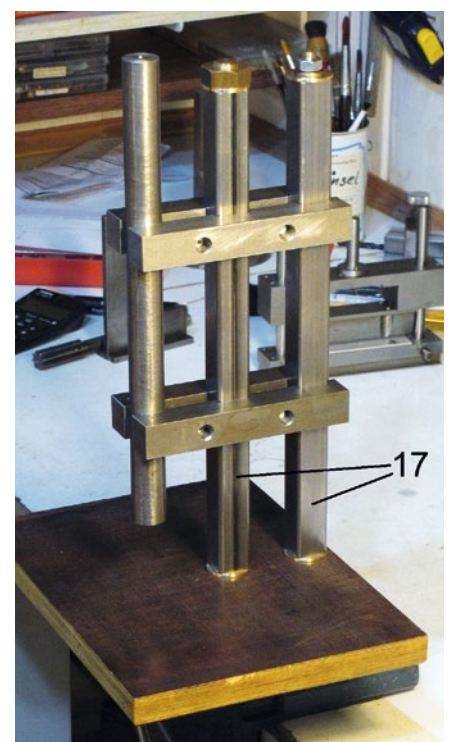

Abbildung 2: Nur zur Probe ist hier eine 20-Millimeter-Rundstange geklemmt
Der Aufbau ist sehr einfach und lässt sich mit einer Dreh- und Fräsmaschine ausführen. Ich möchte erwähnen, dass die hier angegebenen Maße selbstverständlich geändert oder auch für eine andere Größe um einen Faktor verkleinert beziehungsweise vergrößert werden können. Im Baumarkt habe ich für die beiden 288 Millimeter (mm) langen Ständer (17 in Abbildung 2) ein 1.000 mm langes 20-mm-Vierkantrohr mit gerundeten Kanten gekauft. Die Wandstärke beträgt 1,5 mm, das reicht für diesen Zweck. Die Ständer (17) müssen exakt winklig auf Länge plangefräst oder besser
Das Pinolenlager (Teil 12) erhält für eine leichtgängige Führung der Pinole (Teil 11) eine geriebene 16-mm-Bohrung. Bei den Traversen (Teile 13 und 14) werden die je zwei Quernuten 5 x 20 mm am besten mit einem Schraubstock-Anschlagfinger und nach justierten Skalen gefräst. Auf diese Weise sind die Maße 5, 20, 30 und 20 bei allen vier Teilen gleich. Die Breiten 20 mm sollen stramm auf die Ständer (siehe 17 in Abbildung 2 und 9) passen. Wenn auf diese Weise auch die Bohrungen für die M8-Inbusschrauben fertig sind, können die Ø20-Rundungen mit einem 20-mm-Fingerfräser eingestochen werden. Das macht man, indem man eine Traverse I und eine Traverse II an zwei kurze Reststummel der 20-mm-Ständer-Rohre im Schraubstock klemmt. Außerdem werden am vorderen Rohrstück zwei 0,1-mm-Bleche außen mit geklemmt (siehe Abbildung 3). Nur so werden später die Lagerbuchse (Teil 5) und das Pinolenlager (Teil 12) sicher geklemmt. Man sollte auch diese Rundungen mit einem 18-mm-Fingerfräser vorstechen. Damit man die zusammengehörigen Traversen-Paare nicht vertauschen kann, werden sie markiert (Abbildung 4).